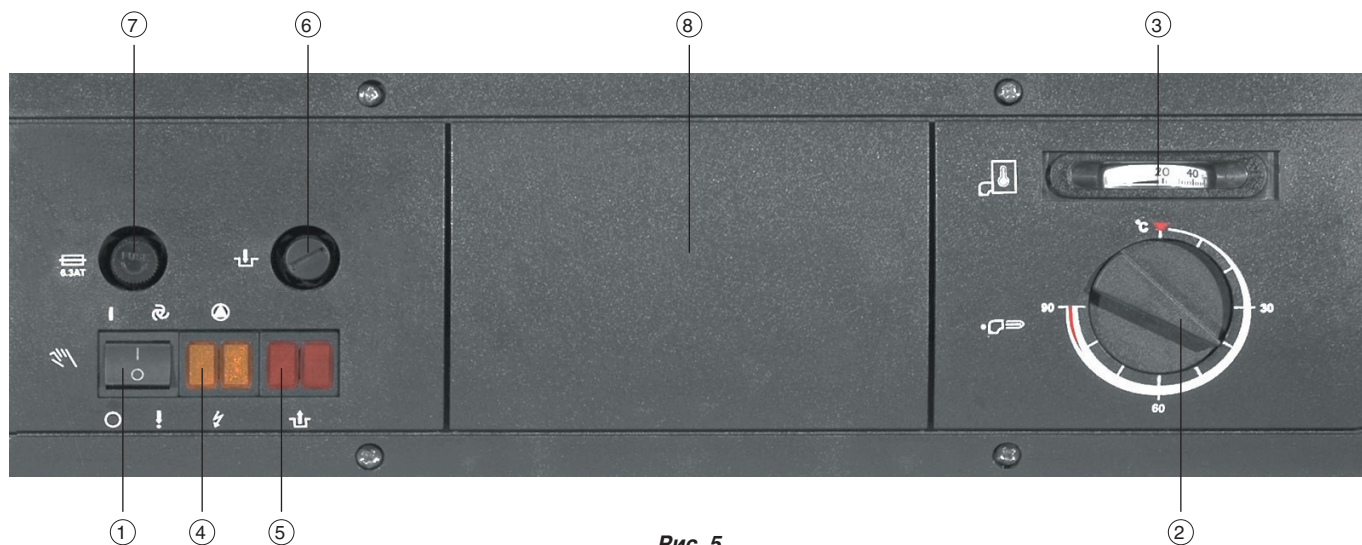

Рис. 5
- главный выключатель переведен в положение «вкл.» (поз. 1, рис. 5);
- термостат котла выставлен на необходимую температуру (поз. 2, рис. 5);
- термостат безопасности (поз. 6, рис. 5) сработал от перегрева, для чего последовательно сделайте следующее: